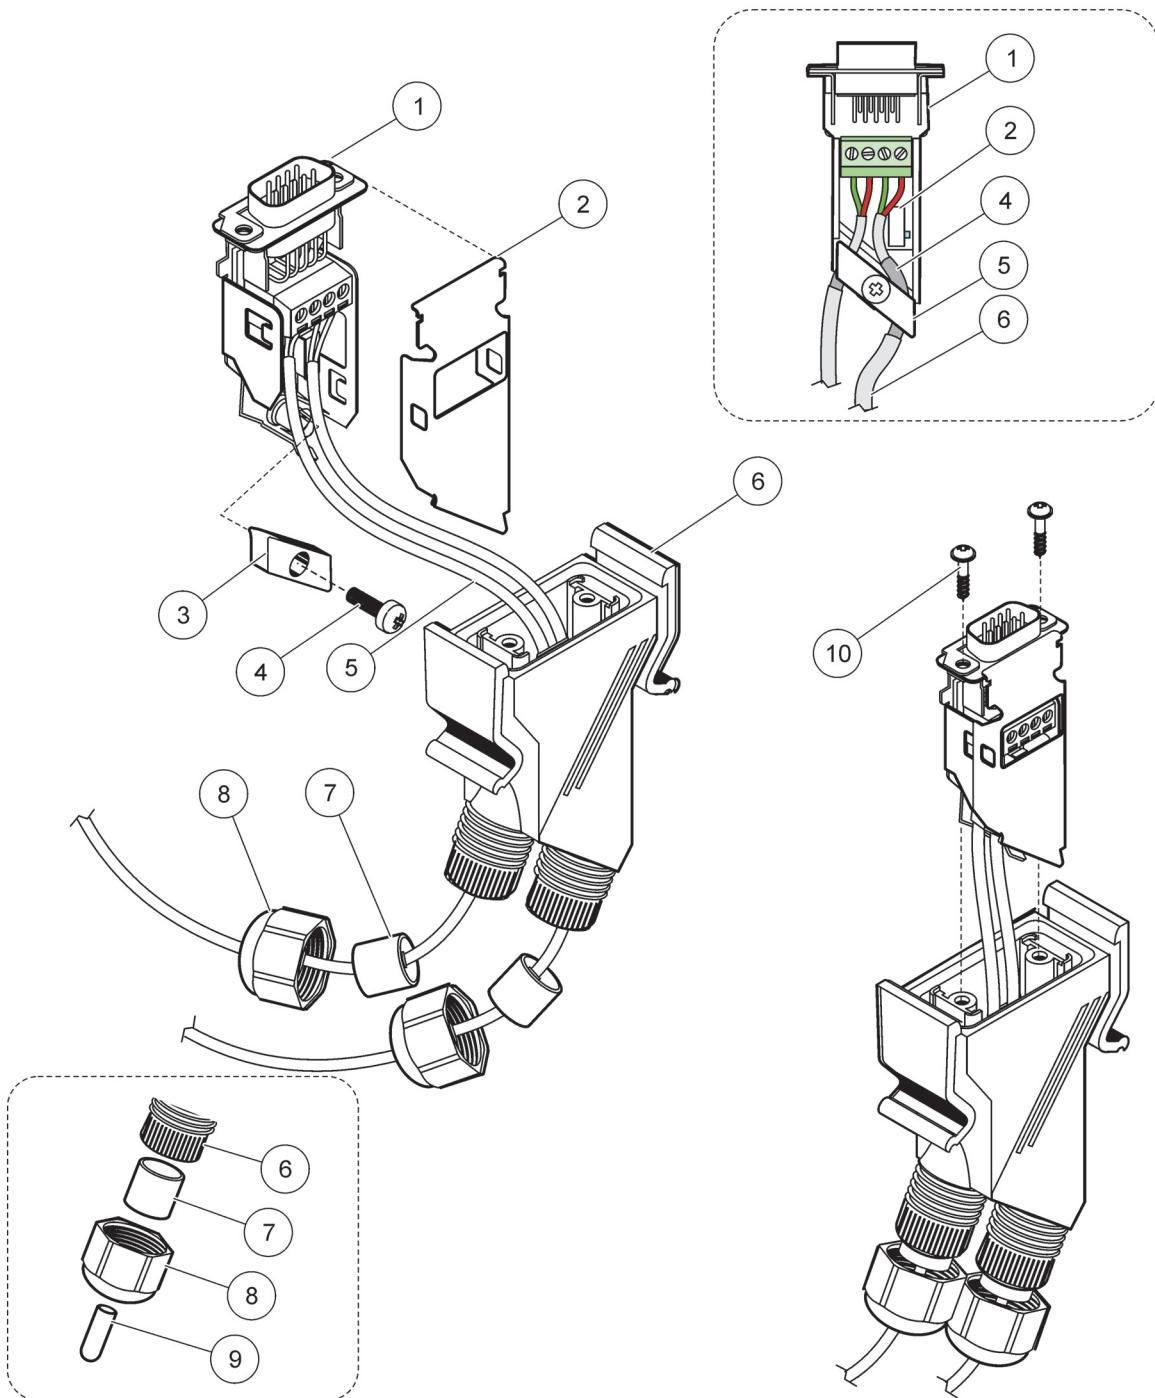

Рисунок 32 Сборка сетевого разъема sc1000
2. Пропустите кабель через накладную гайку, резиновый уплотнитель и кожух разъема (Рисунок 32).
**Примечание:** При использовании разъема с последним модулем в сетевом сегменте, одна накидная гайка не используется. Закройте накидную гайку специальной заглушкой, входящей в комплектацию. См. Рисунок 32.
2 Используйте эту заглушку, если не используется зажимная муфта для проводов, см. врезку на Рисунок 32